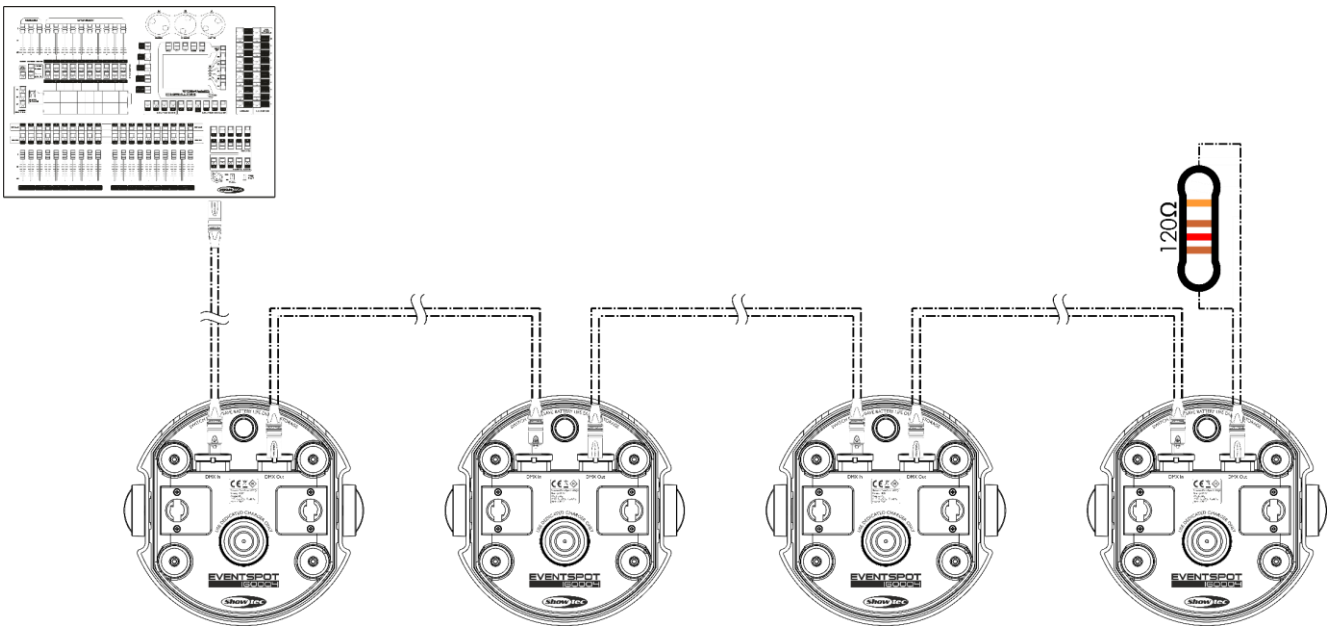

Abb. 06
- 03) Verbinden Sie die Geräte wie in Abb. 06. Verwenden Sie ein DMX-Datenkabel, um den DMX-„OUT“-Anschluss des ersten Geräts mit dem „IN“-Anschluss des zweiten Geräts zu verbinden. Wiederholen Sie diesen Vorgang, um das zweite, dritte und vierte Gerät ebenfalls zu verbinden.